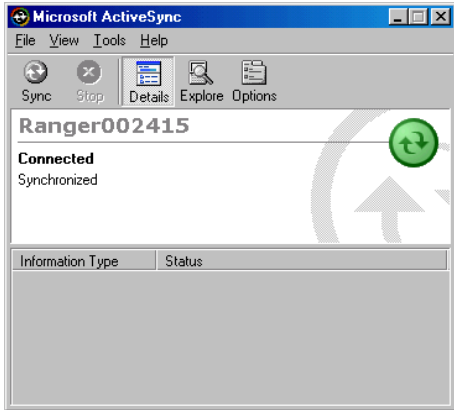

Figura 32- Cuadro de diálogo que indica que la conexión se ha hecho efectiva
- Si ve este icono en la bandeja del sistema: , significa que está conectado. Cuando se conecte, debería ver un cuadro de diálogo como el que se muestra en la figura 32. Si el primer intento de conexión falla, posiblemente baste con desenchufar y volver a enchufar el puerto COM al ordenador de mano para conectarse.